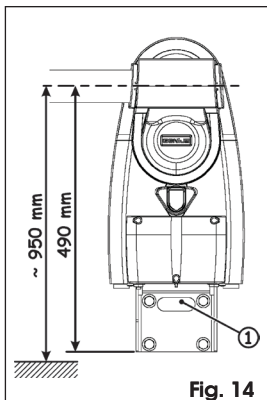

Fig. 14
Nell'applicazione a muro i cavi elettrici possono essere incassati nel muro, facendoli uscire dalla tasca (Fig. 14 rif.1), oppure esterni, utilizzando adeguati tubi o guaine. Per determinare la posizione dei cavi fare riferimento al capitolo 4.3.1.
1. Determinare la posizione della staffa tenendo presente la quota di Fig. 14. Si consiglia di installare l'automazione in modo che l'asta si trovi ad un'altezza di circa un metro dal terreno.